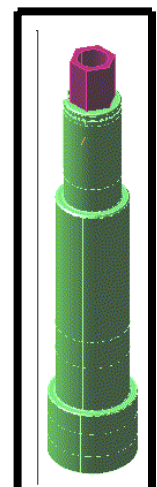

Fig 3
- Montera adapter G1/2"/M10 på axeländan (Fig 3).
- Mount adaptor G1/2"/M10 on the shaft end (Fig 3).